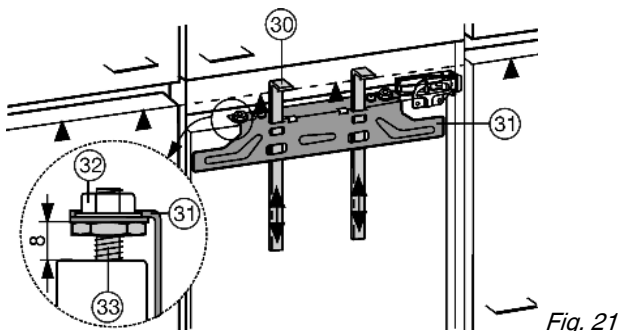

Fig. 21
De montagehulpmiddelen *Fig. 21 (30)* worden voor beide deuren benodigd. Monteer de kastdeuren na elkaar.
- ▶ Montagehulpstukken *Fig. 21 (30)* op kastdeurhoogte omhoog schuiven. Onderste aanslagkant \blacktriangle van het montagehulpstuk = onderkant van de aan te brengen kastdeur.